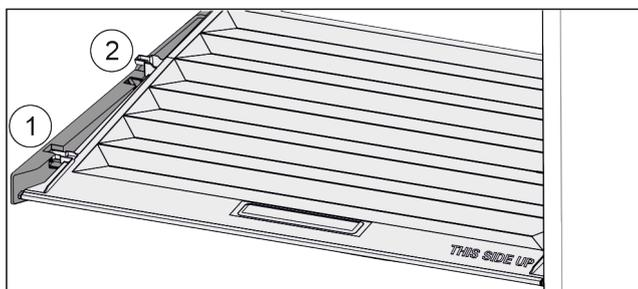

Fig. 61
- ▶ Tirare in avanti il coperchio fino all'apertura nei fermi Fig. 61 (1).
- ▶ Sollevare posteriormente dal basso e togliere verso l'alto Fig. 61 (2).